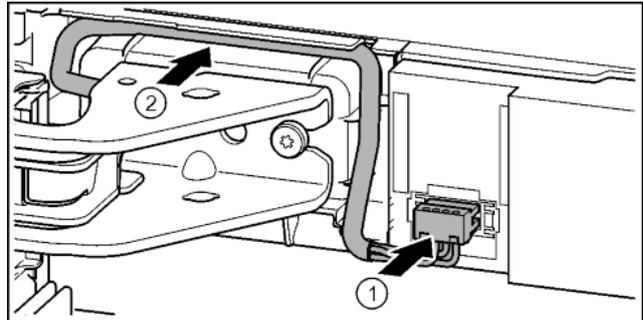

Fig. 37
- ▶ Insérer le connecteur sur le support de palier et poser délicatement les torons de câble dans le conduit. *Fig. 37 (1)*
- ▶ Poser délicatement le câble gris dans le guide au-dessus du support de palier supérieur. *Fig. 37 (2)*